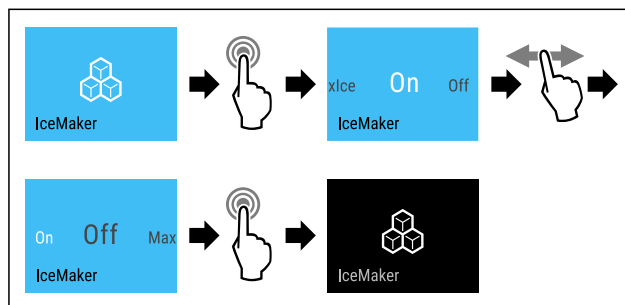

Fig. 20 Exempel med aktiv funktion IceMaker
- Genomför stegen (se Fig. 20).